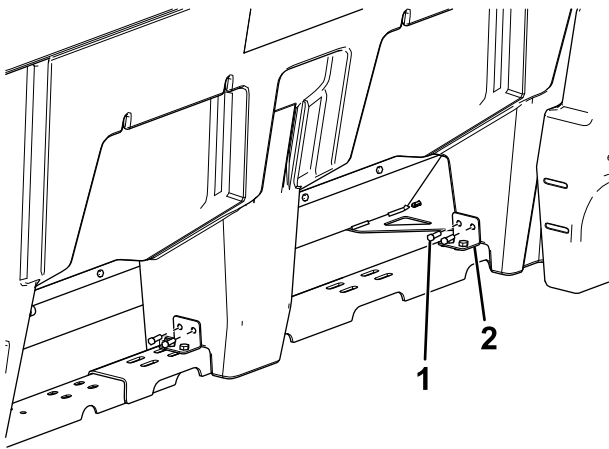

**Bild 6**
13. Ziehen Sie die Gurte über den Tank und befestigen Sie diese handfest an den Rahmenholmen mit einer Schlossschraube und Klemmmutter (Bild 6).